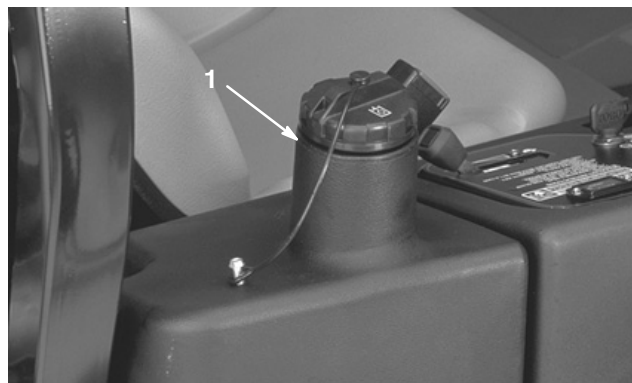

Figure 52
3. Versez environ 13,2 l d'huile hydraulique dans le réservoir (Fig. 52) (voir Contrôle du système hydraulique, page 19).